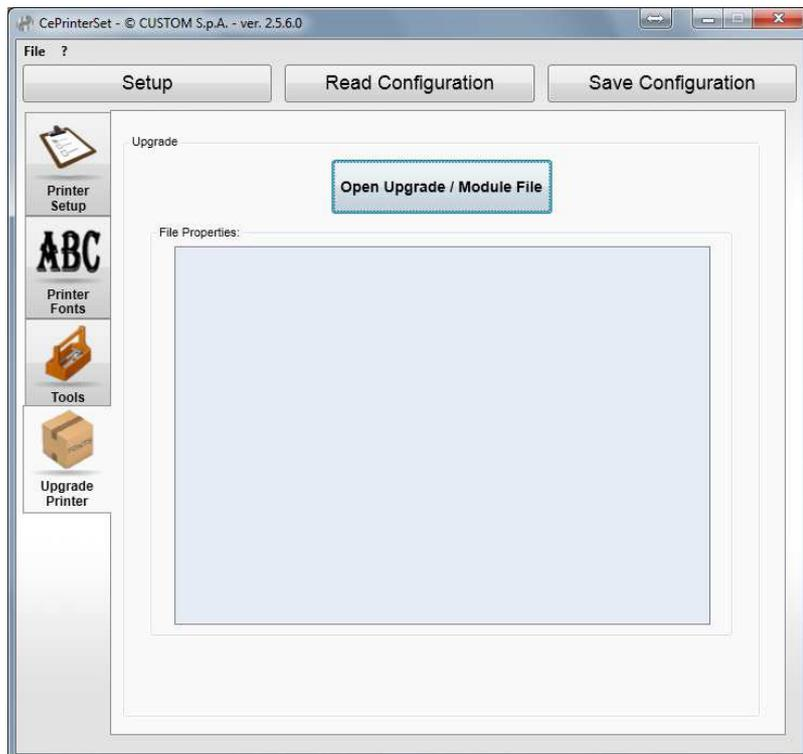

Рисунок 16 – Диалоговое окно загрузки модулей прошивки.
- Откроется окно загрузки модулей прошивки (см. Рисунок 16).